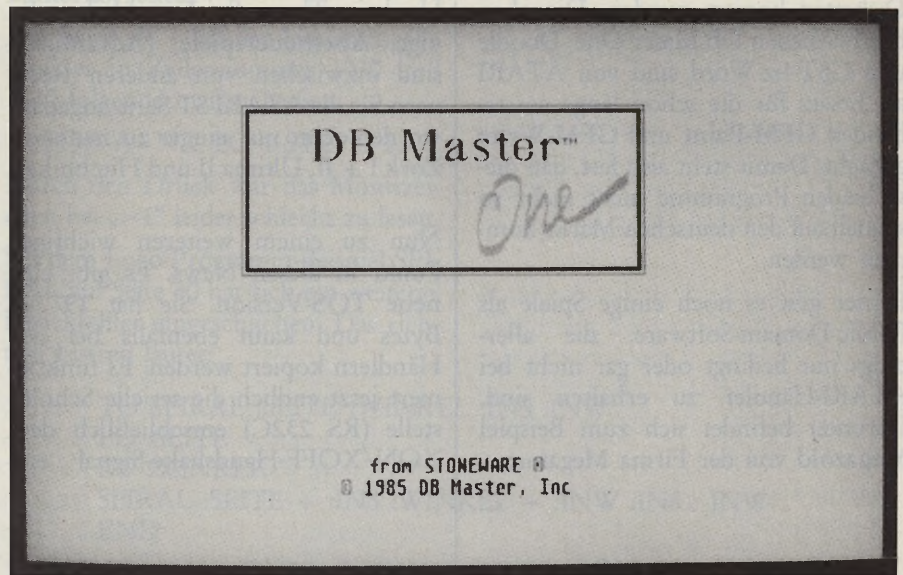

Bild 1
1. **DB Master One** – (siehe Bild 1) Dies ist eine komfortable Dateiverwaltung mit frei definierbarer Maske. Näheres darüber in der nächsten Ausgabe.